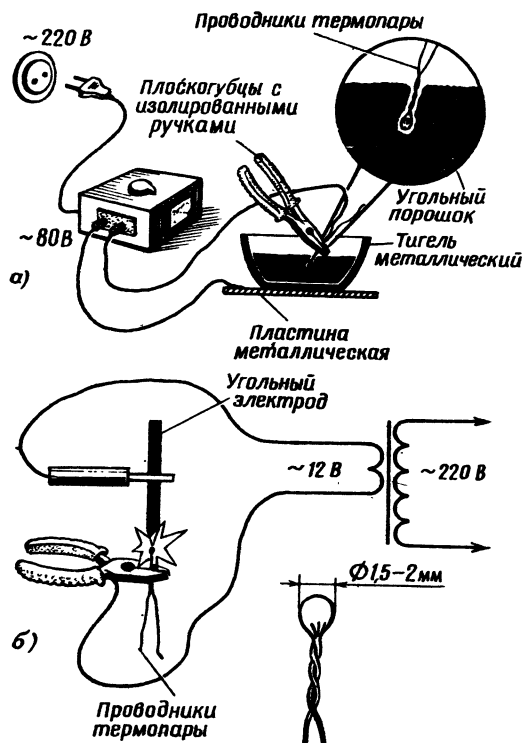

Рис. 139. Способ изготовления термопар
1. В железный тигель с металлической подставкой насыпают угольный порошок — измельченные дуговые электроды или электроды от гальванических элементов. Один конец электрического провода от тигля соединяют с клеммой автотрансформатора (ЛАТРа), другой электропровод от автотрансформатора подсоединяют к скрученной термопаре, которую захватывают плоскогубцами с изолированными ручками (рис. 139, *а*) и подают от автотрансформатора напряжение порядка 60—80 В.
2. Скручивают проволоочки хромель-копель толщиной 0,3—0,5 мм на длину 6—8 мм. При сварке (рис. 139, *б*) скрученные и зачищенные концы захватывают, так же как и в первом способе, плоскогубцами с изолированными ручками. Напряжение от понижающего трансформатора 12 В подводят к ручке плоскогубцев и к угольному электроду. При прикосновении угольного электрода к скрутке концы проволочек оплавляются, образуя на конце шарик.